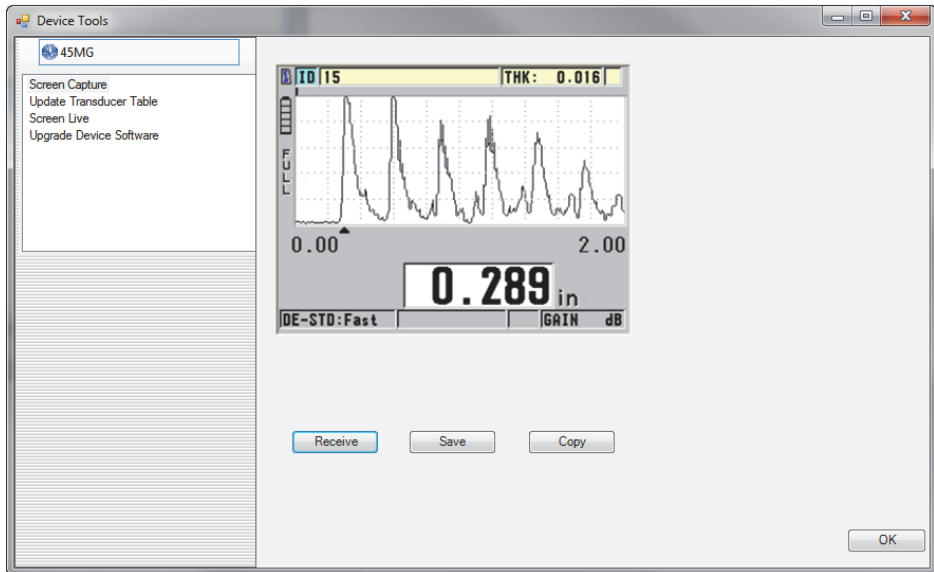

Figura 11-5 Captura de pantalla en el cuadro de diálogo Device Tools
- b) En el cuadro de diálogo **Device Tools** (véase la Figura 11-5 en la página 217), seleccione **Screen Capture** y, después, **Receive**.